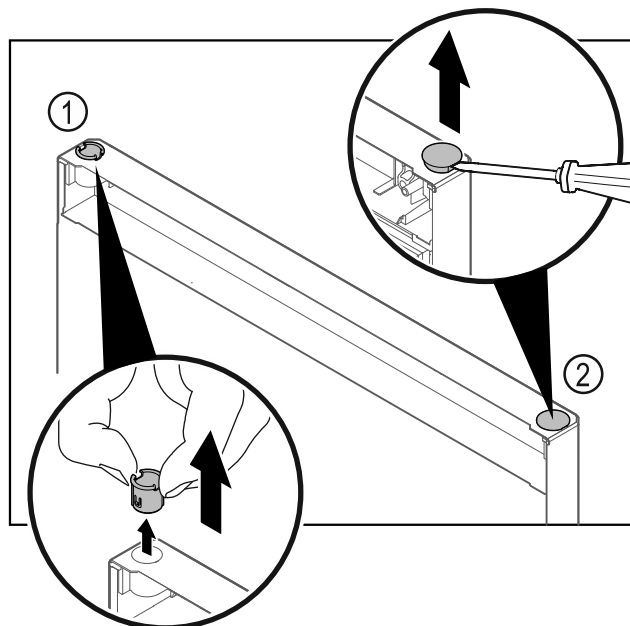

Fig. 22 Ușa frigiderului
- ▶ Extrageți bușca balamalei Fig. 22 (1) cu degetele.
- ▶ Ridicați dopul de acoperire Fig. 22 (2) cu precauție cu o șurubelniță dreaptă și extrageți-l.